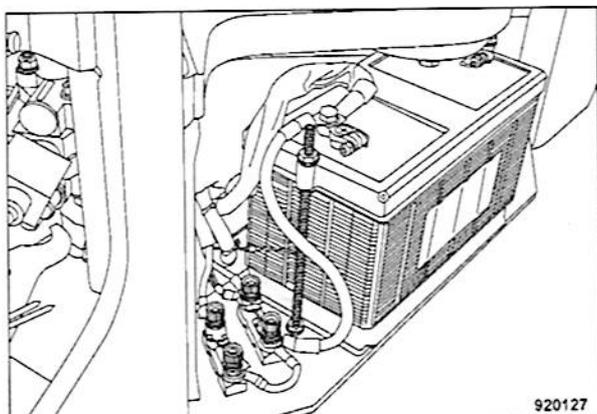

Fig. 141
- Limpiar el exterior de las baterías (Fig. 141).